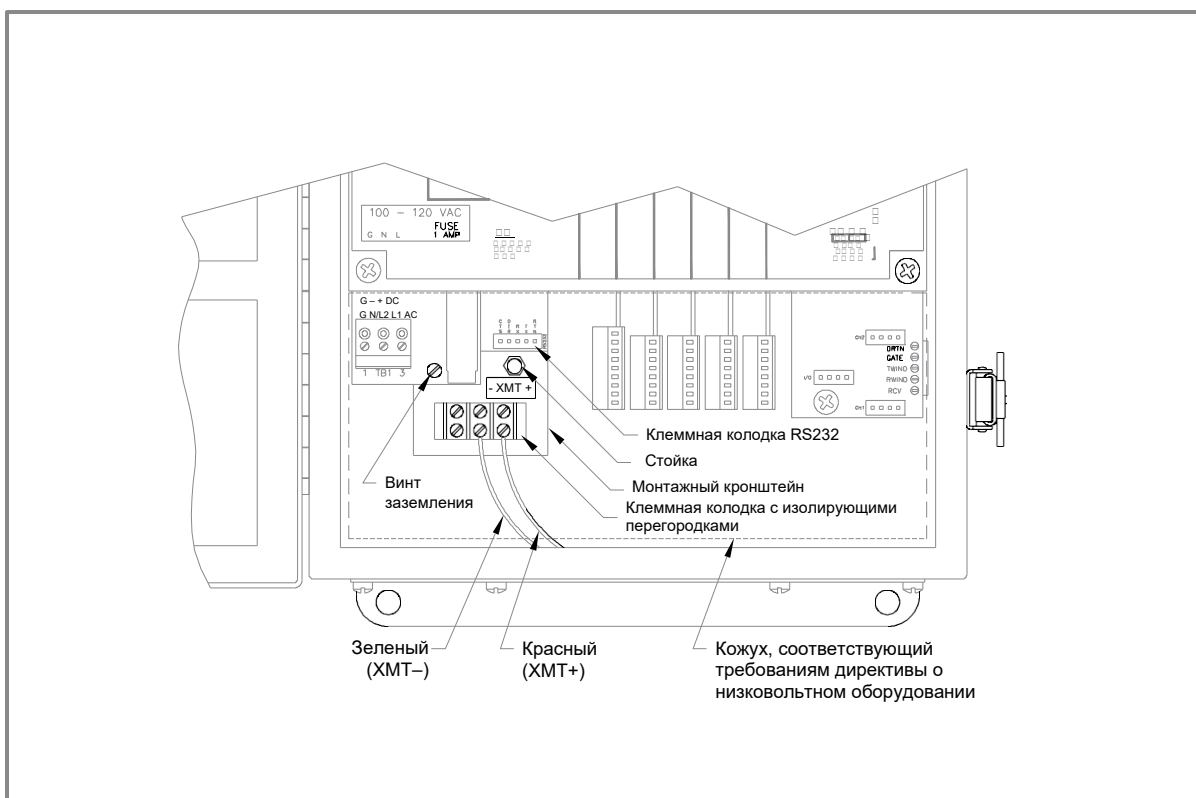

Рисунок 9: Монтаж преобразователя интерфейсов
В корпусе модели GF868 предусмотрен специальный кронштейн с преобразователем последовательных интерфейсов, непосредственно под клеммной колодкой RS232 (см. рис. 9). Стандартная клеммная колодка **RS232** подсоединяется проводами ко входу преобразователя последовательных интерфейсов, а выход RS485 преобразователя подсоединяется к клеммной колодке с изолирующими перегородками.
Стандартные заводские проводные соединения последовательного интерфейса RS485 предполагают последовательный монтаж от точки к точке. То есть один расходомер GF868 может быть подключен напрямую к одному персональному компьютеру. Чтобы подключить последовательный интерфейс RS485, см. рис. 9 на стр. 63 и выполните указанные ниже действия.
3. Снимите **монтажный кронштейн** преобразователя последовательных интерфейсов. Для этого снимите стойку, расположенную под клеммной колодкой **RS232**, и винт заземления слева от нее (см. рис. 9 на стр. 63).